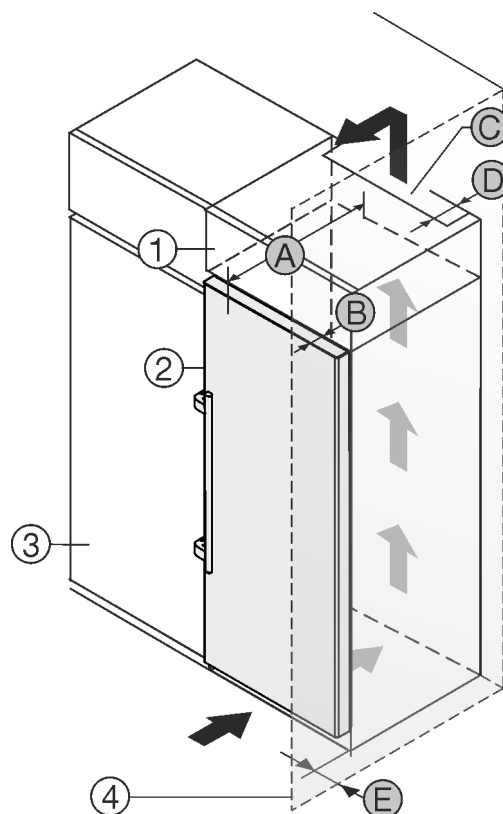

Fig. 24
Aparatul poate fi refăcut cu dulapuri de bucătărie. Pentru a aduce aparatul Fig. 24 (2) la același nivel cu mobilierul de bucătărie, se poate monta deasupra aparatului un dulap suspendat Fig. 24 (1).
Aparatul poate fi amplasat direct lângă dulapul de bucătărie Fig. 24 (3). Pentru a putea deschide complet ușa, aparatul trebuie să fie proeminent cu cel puțin adâncimea Fig. 24 (B) față de suprafața frontală a dulapului de bucătărie. În funcție de adâncimea dulapurilor de bucătărie și utilizarea distanțierelor de perete, aparatul poate ieși mai mult în afară.
- În partea din spate a dulapului suspendat trebuie să existe o fantă de aerisire cu grosimea Fig. 24 (D) pe toată lățimea dulapului suspendat.
- Sub tavanul încăperii trebuie să fie respectată secțiunea de ventilație Fig. 24 (C).
Atunci când aparatul este montat cu balamalele lângă un perete Fig. 24 (4), trebuie să fie păstrată distanța Fig. 24 (E) între aparat și perete. Această valoare corespunde proeminenței mânerului cu ușa deschisă.